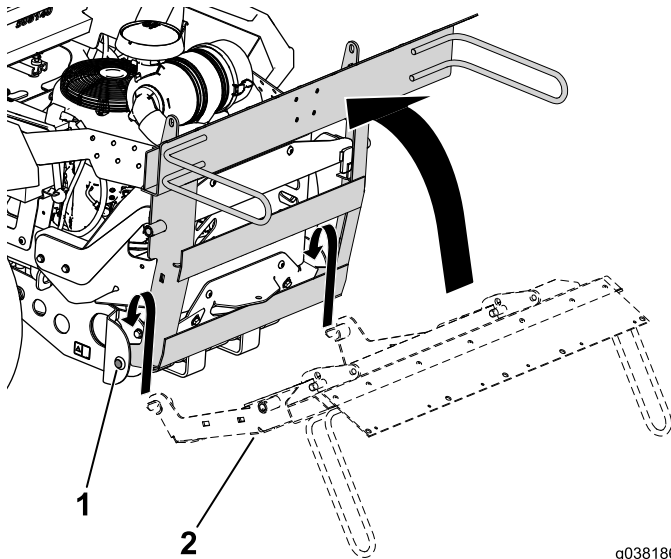

Figura 17
1. Disponete il telaio del cesto di raccolta attorno ai perni girevoli sulla staffa di supporto e ruotatelo in avanti (Figura 17).